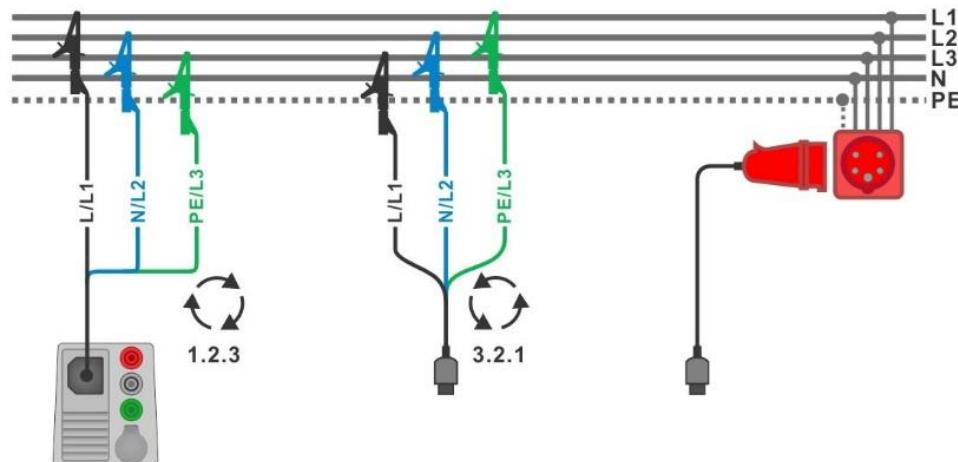
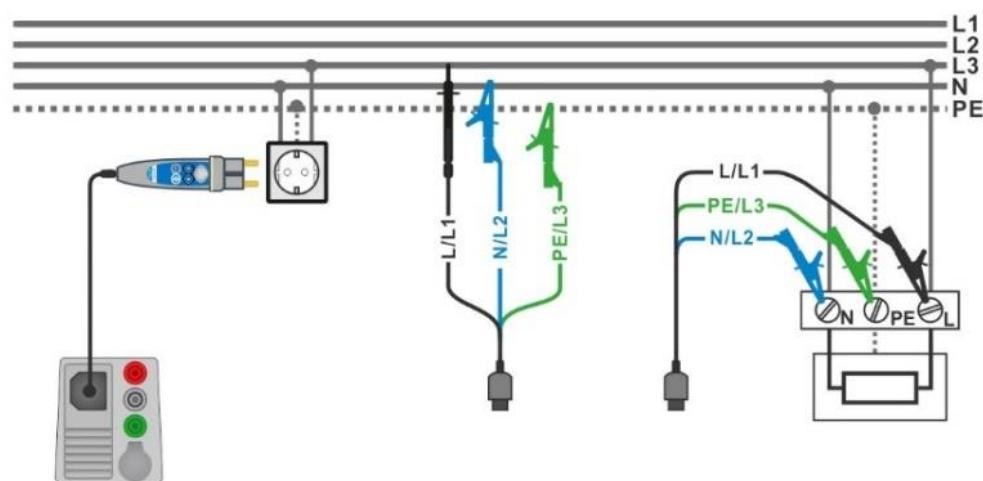

Fig. 4.2: Forbindelse for 3-leder testledninger med optional adapter for 3 fase installation
Fig. 4.3: Forbindelse med Plug commander og 3-leder testledning i enkelt fase installation
- › Forbind testledninger til objektet der skal testes (se **Fig. 4.2** og **Fig. 4.3**).